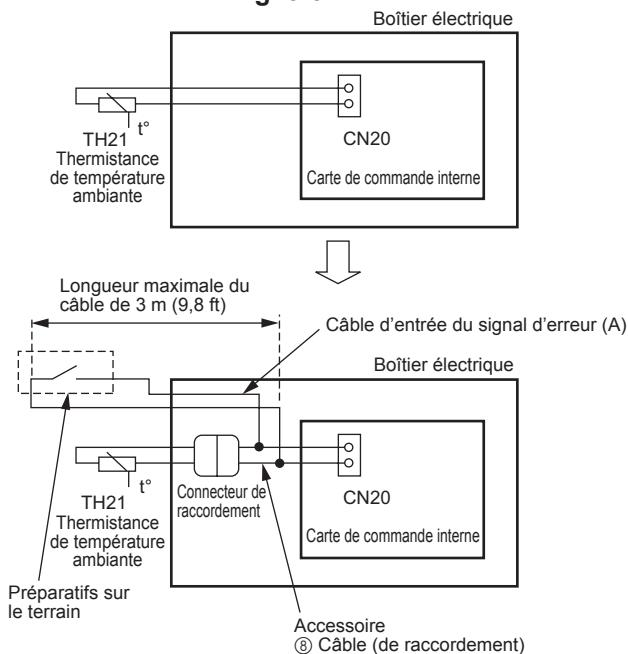

Fig. 5-6
① Méthode d'entrée du signal d'erreur (Fig. 5-6)
- Retirer la thermistance de température ambiante TH21 de la carte de commande interne et connecter le câble ⑧ (de raccordement) fourni avec le produit.
- Connecter un signal d'erreur (une entrée de contact sans tension) à un câble d'entrée du signal d'erreur (A).
② Signification du signal d'erreur